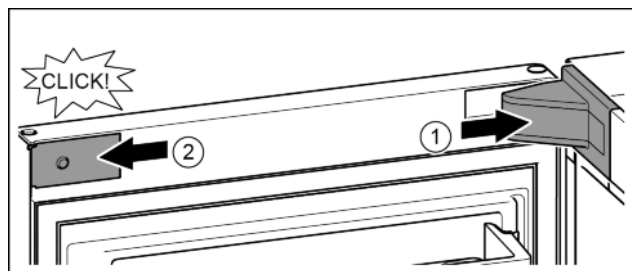

Fig. 25
- ▶ Helyezze fel és pattintsa be a csapágybak fedelét, szükség esetén óvatosan nyomja szét. Fig. 25 (1)
- ▶ Helyezze fel oldalra a lemezt, és pattintsa be. Fig. 25 (2)